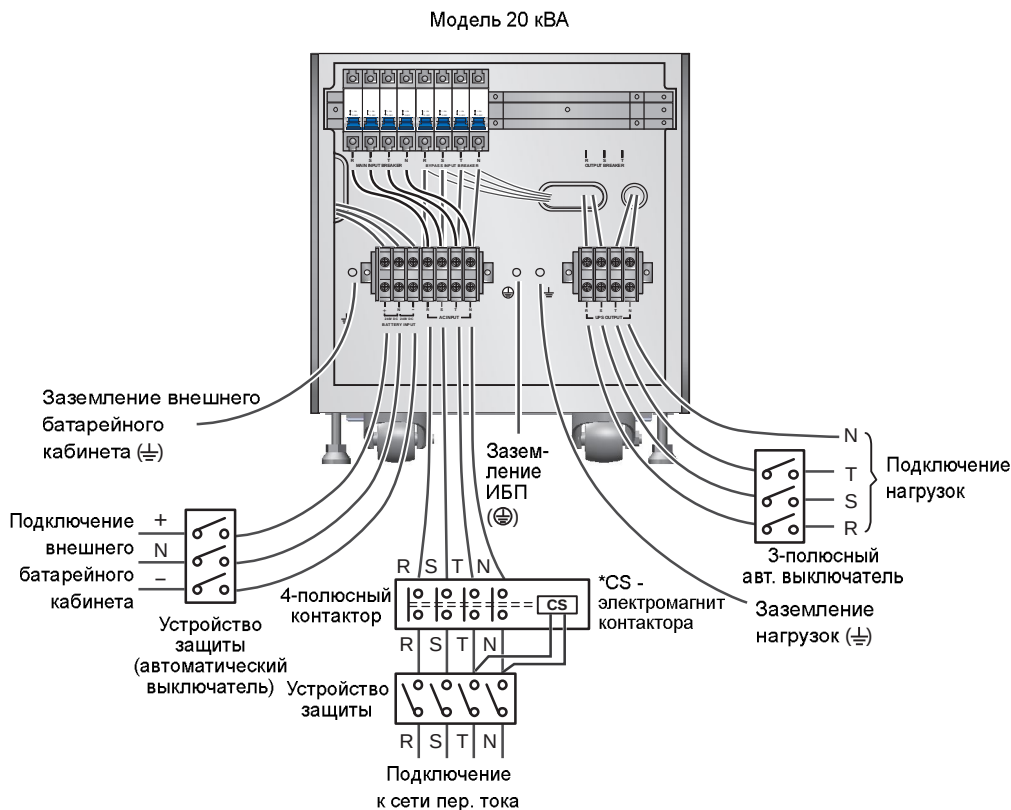

Рис. 6-9. Схема подключения одиночного ИБП 20 кВА в конфигурации с одним входом
- 6 Подключите к блоку зажимов кабели электросети, выхода и внешнего батарейного кабинета (см. *рис. 6-9 и 6-10*).
- 2 Подключите кабели электросети переменного тока, нагрузок и внешнего батарейного кабинета к соответствующим зажимам ИБП (см. **рис. 6-9, 6-10, 6-15**).